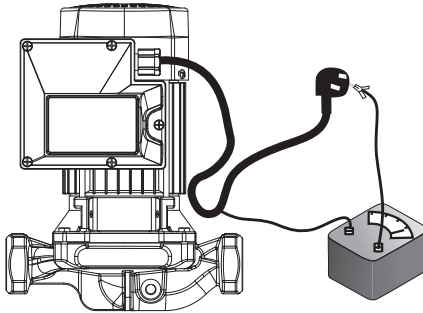

Рис. 1
- Перед установкой проверьте, не поврежден ли насос во время транспортировки и хранения, повреждены ли кабели или выводные провода, штекеры (если имеются), и не превышает ли сопротивление изоляции 50 MΩ (см. рис. 1).